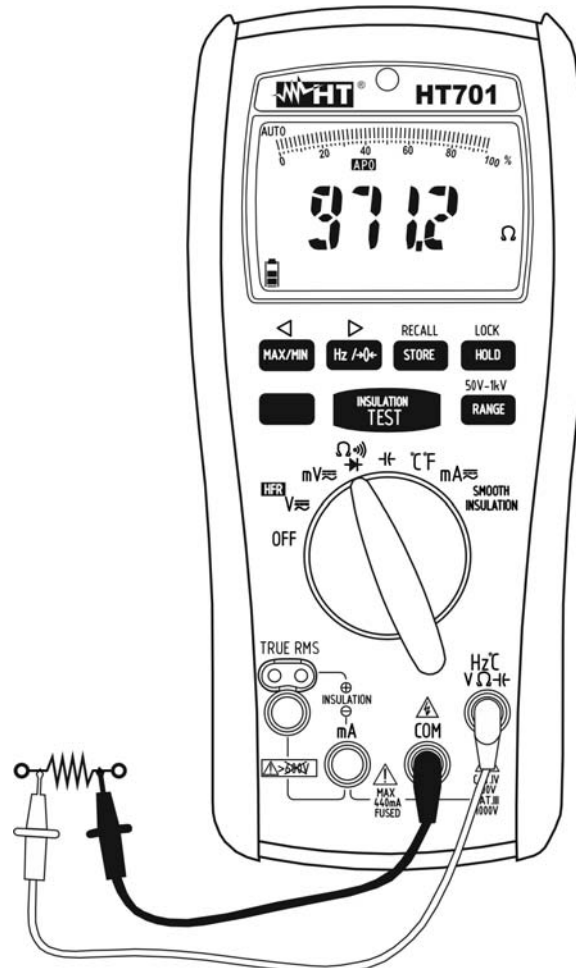

Fig. 6: Uso dello strumento per misura di Resistenza e Test Continuità
3. Inserire il cavo rosso nel terminale di ingresso **Hz°C V Ω Hz** e il cavo nero nel terminale di ingresso **COM** (vedere Fig. 6)